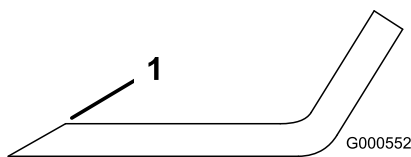

Figura 107
- Utilice una lima para afilar el filo de corte en ambos extremos de la cuchilla (Figura 107).
Nota: Si la cuchilla no está equilibrada, rebaje algo el metal en la parte de la vela solamente (Figura 107).